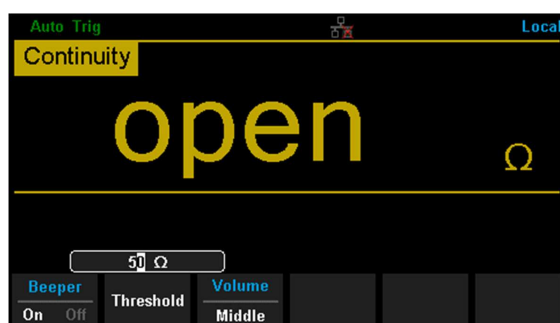

図 2-23 導通測定インターフェース
1. 前面パネルの **Cont** を押して導通テスト画面に入ります (図 2-23 参照)。